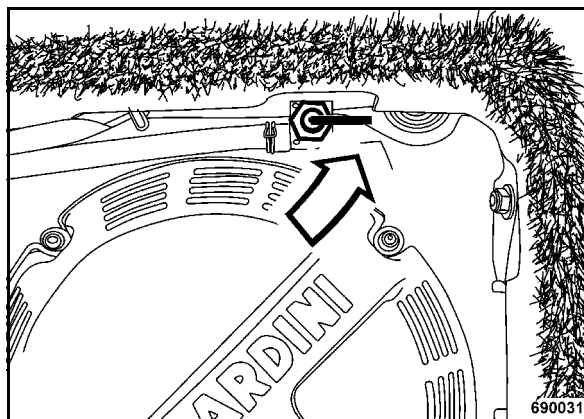

рис. 54
- Закрывать запорный топливный кран (рис. 54), установить перекидной рычаг горизонтально.